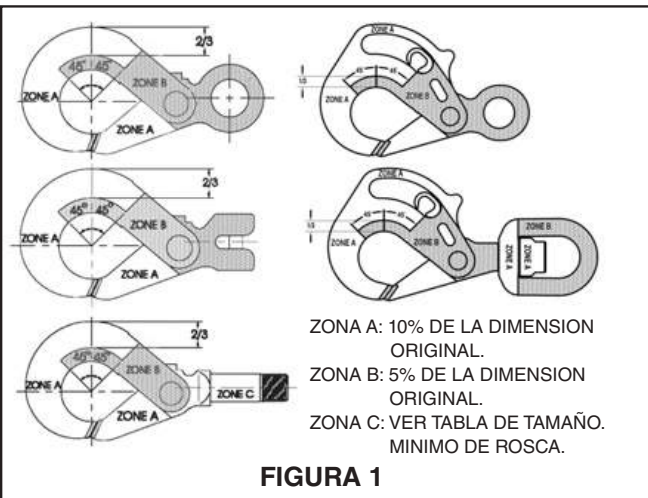

FIGURA 1
- Nunca use un gancho gastado más allá de los límites que muestra la Figura 1.
- Retire de servicio cualquier gancho con fisuras o mellas. Los ganchos con una fisura o mella deben ser reparados mediante un esmerlado longitudinal, siguiendo el contorno del gancho, siempre que la dimensión reducida esté dentro de los límites que muestra la Figura 1. Póngase en contacto con Crosby Engineering para evaluar cualquier fisura.
- El gancho de la cola de cadena está diseñado para entrar en el diámetro del cable del malacate cuando es enganchado o conectado de regreso a la línea de tracción (Ver Figura 1).
- Al usarse para izajes aéreos, se puede enrollar la línea del malacate con la cola de cadena alrededor de la carga y conectar el gancho a la línea. (Ver Figura 1). Si se utiliza de esta forma, la conexión proporciona las mismas ventajas de control de la carga y limitaciones que una eslinga sencilla en “U” o deslizante.